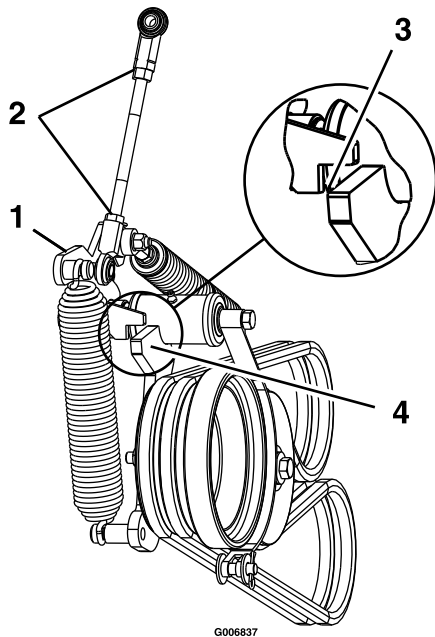

Figura 52
13. Afloje las contratuercas y ajuste el acoplamiento hasta que el extremo superior del brazo de la polea tensora esté alineado con el borde inferior de la muesca del brazo tensor, según se muestra en Figura 52.